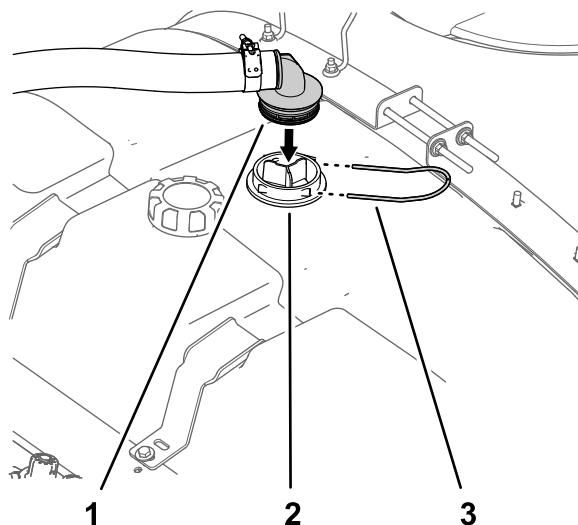

図 15
1. 液剤給液ホースの、バープ付き90°フィッティングを吸い込みスクリーンのハウジングに合わせる 図 15。
2. バープ付き 90° フィッティングを、ハウジング 図 15に固定するステップ4 液剤タンクの準備を行う (ページ 7)で外したリテーナを使用する。